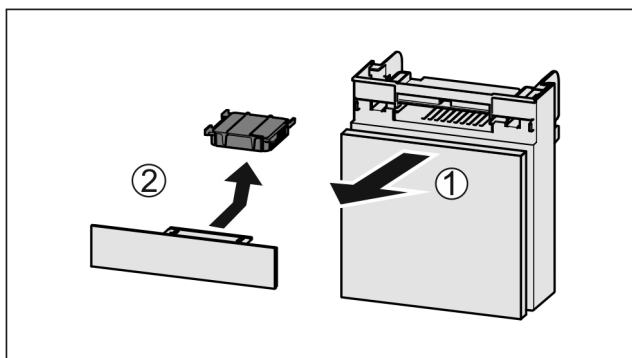

Fig. 151
- Wyciągnąć Fig. 151 (1) komorę do przodu.
- Wyjąć Fig. 151 (2) filtr z węglem aktywowanym.